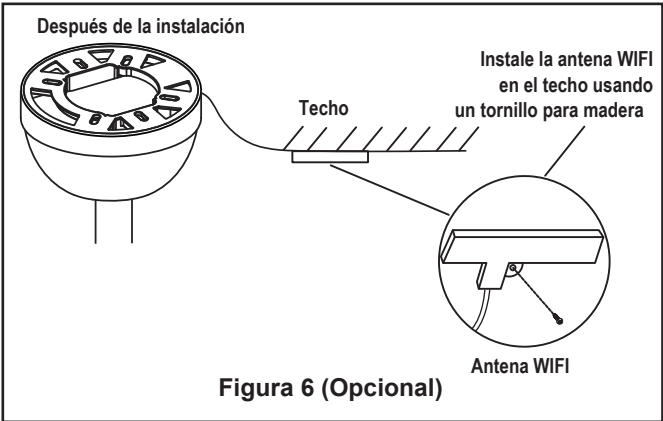

Figura 6 (Opcional)
- ☐ 6. Vuelva a colocar la semiesfera en el barral como se indica a continuación. Pase los cables de marrón, azul, rojo, gris, amarillo y cable de soporte para techo a través de la semiesfera. Pase el pasador a través de los dos orificios en el barral y alinee la semiesfera de modo que el pasador quede atrapado en la ranura de la parte superior de la misma. Empuje la semiesfera hacia arriba, bien ajustada contra el pasador. Ajuste firmemente el tornillo de fijación en la semiesfera. **Si el tornillo de fijación está flojo, podría provocar oscilación del ventilador.** (Figura 6)
5. El receptor tiene una antena Wifi que puede utilizarse si sufre problemas de rango. (Figura 6)
- ☐ **6. Instale la unidad LED en la ensamble de la placa de iluminación usando el tornillo previamente retirado y asegure los tres tronillos. (Figura 6)**
☐ **8.** Vuelva a colocar la cubierta de la batería en el mando a distancia con un tornillo retirados previamente. (Figura 6)